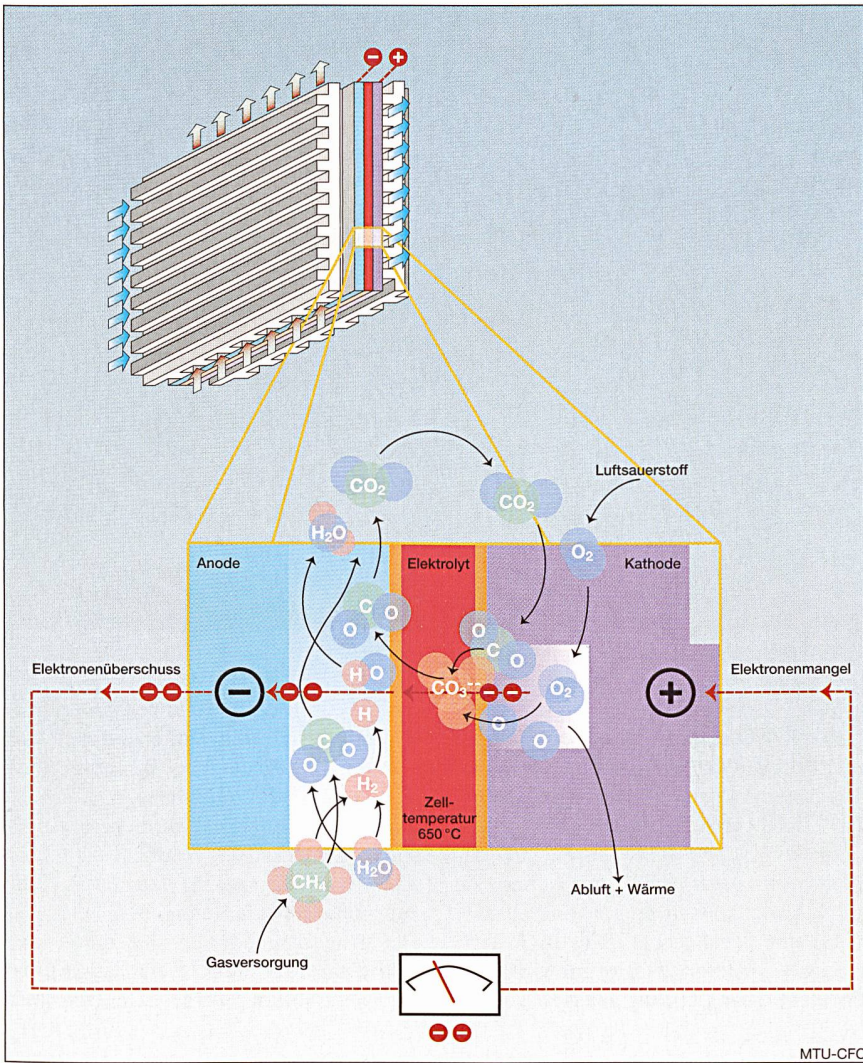

Bild 4 Funktionsprinzip der Schmelzcarbonat-Brennstoffzelle
Molekülen mit Natrium (Na), Kalium (K) oder Lithium (Li). Die beweglichen Ionen, die durch den Elektrolyten gehen, sind hier die negativ geladenen Karbonat-Ionen (CO_3). Diese entstehen auf der Kathodenseite aus CO_2 und Sauerstoff. Wie bei der SOFC-Brennstoffzelle wird auf der Anodenseite das Methan (CH_4) mit Wasserdampf in Wasserstoff (H_2) und CO_2 umgewandelt. Das CO_2 wird nun nach dem ersten Durchgang durch den Zellstapel von der Anodenseite auf die Kathodenseite geblasen, kommt hier mit Sauerstoff aus der Luft zusammen und bildet die Karbonat-Ionen (CO_3 , siehe Bild 4).